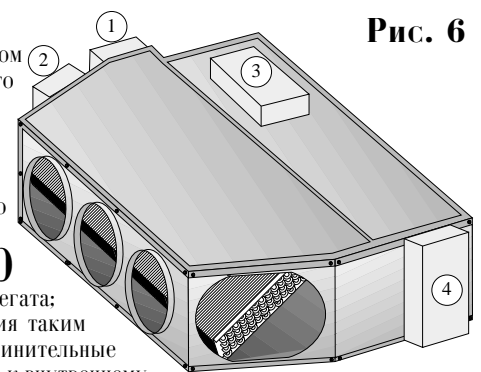

Рис. 7
Электрические соединения внутреннего агрегата (см. рис. 7, 7а)
Блок питания может быть размещен в различных положениях относительно внутреннего агрегата: смотрите позиции ②, ③ и ④, или на расстоянии до 1,5 м от него. Устанавливайте блок питания таким образом, чтобы обеспечить удобный доступ обслуживающему персоналу. Блок питания и соединительные провода должны быть защищены от воды и влажности. Блок питания поставляется подсоединенным к внутреннему агрегату (смотрите ① на рис. 7), и если такое положение не мешает установке, то его можно оставить на месте.
1. Откройте блок управления, найдите положение соединений с внутренней части крышки блока управления. См. Рис. 7а.
2. Разместите настенный пульт ① на расстоянии до 8 метров от блока управления. Выберите такое положение, которое позволяет получать команды из любого места комнаты. (Необходимо, чтобы настенный пульт и пульт дистанционного управления всегда находились на линии прямой видимости).
3. Подсоедините один конец кабеля ② к настенному пульту, а другой конец - к точке на блоке управления, маркированной как "DISPLAY" - DP.
11. Переключатель DIP следует привести в положение, показанное на Рис. 7а.
Рис. 7а